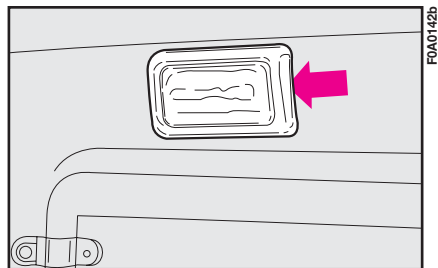

fig. 35
1) Estrarre la plafoniera **fig. 35** agendo sulla cornice del trasparente montato a pressione, nel punto indicato dalla freccia.